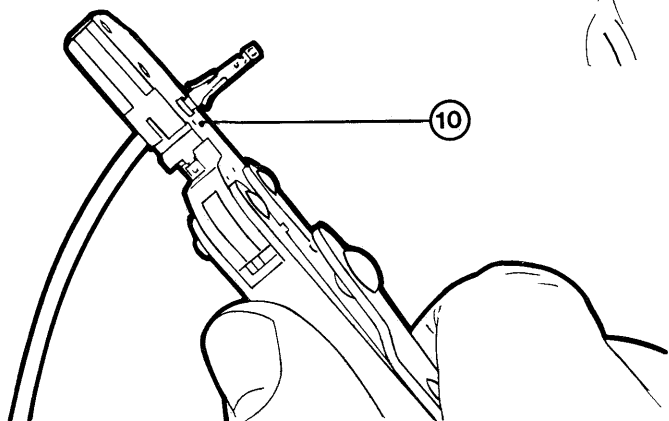
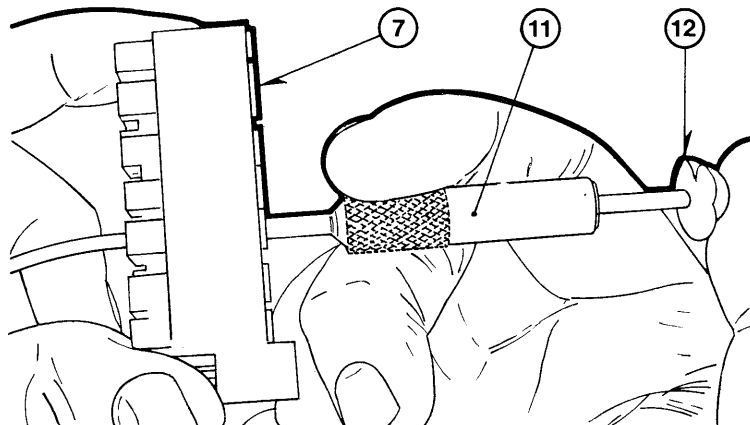
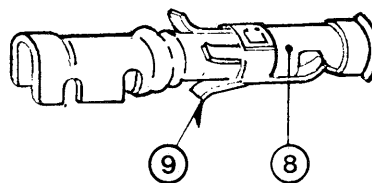

Fig. 37a
Fig. 37b
Fig. 37c
- montare la squadretta (1) completa di spina (6) sull'interruttore inserendo l'appendice (2) nelle apposite cave della scatola, fissandola con la vite (3)
- inserire i cavetti (4) negli alveoli elastici (5), come indicato in figura e fissarli alla fiancata dell'interruttore con nastro adesivo sulle due facce come indicato in figura
- inserire quindi i cavetti nella spina (6) avendo cura di far corrispondere ogni cavetto al rispettivo foro della presa contraddistinta dallo stesso numero.
Per collegare i circuiti ausiliari alla presa (7) occorre disporre della pinza aggraffacavi (di costruzione AMP) modello N° 576.760 (fig. 37a) e dell'attrezzo di estrazione modello N° 150.807 (fig. 37b).
- secure the support (1) with plug (6) to the breaker, by introducing the end (2) into proper slots, with screw (3).
- lead cables (4) into pieces (5) as shown on the figure and secure them to the side breaker by means of a sticky on both sides tape, as shown on the figure
- connect the cables to plug (6) according to relevant marked numbers.
To connect the auxiliary circuits to the socket (7) special pliers (fig. 37a) and tool (fig. 37b) AMP make n. 576,760 and n. 150,807 respectively, or similar, are necessary; both pliers and tool may be requested of SACE or AMP ITALIA S.p.A. Collegno - TORINO
- e) sistemare il terminale a tubetto (8) (fig. 37c) nella pinza aggraffacavi (fig. 37a); inserire da sinistra l'estremità del cavetto liberata dall'isolante per una lunghezza di circa 1 cm.
- f) serrare a fondo la pinza (10)
- g) inserire quindi da sinistra nella base della presa (7) il terminale completo di cavetto fino a che le alette (9) si sono incastrate nelle rispettive sedi
- h) qualora risultasse necessaria l'estrazione nel terminale, si utilizzi l'attrezzo (11) operando nel modo seguente :
- inserire a fondo da destra l'attrezzo nell'alloggiamento del terminale da estrarre (l'attrezzo deve liberare le alette (9) dalle rispettive sedi)
- spingere il pistone (12) verso sinistra fino a provocare l'espulsione del terminale interessato.
- e) fit the tubular terminal (8) (fig. 37c) into the pliers (37a) and insert from the left the cable end, 1 cm. stripped
- f) grip the pliers (10).
- g) introduce from the left the tubular terminal into the base of socket (7) till the tongues (9) enter their seats
- h) should it be necessary to extract a terminal, use tool (11) as instructed below :
- insert from the right the tool into the terminal seat (the tool must free the tongues (9) from their seats)
- push the piston (12) leftwards till the terminal is released